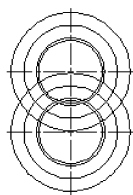

图 14-3 绘制圆
(3) 绘制圆。将“粗实线层”设定为当前图层，单击“默认”选项卡“绘图”面板中的“圆”按钮，以中心线的两个交点为圆心，分别绘制半径为 15、16、22 和 28 的圆，结果如图 14-3 所示。